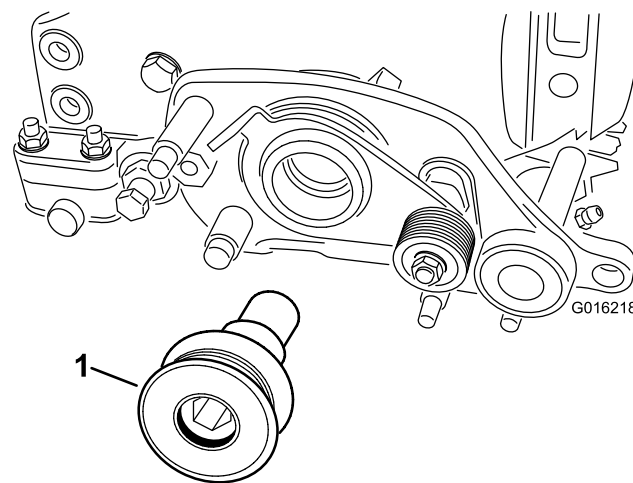

図 8
19. グルーマ駆動プーリをリールシャフトに固定し 図 8 170Nm 17.3kg.m = 125ft-lb にトルク締めする。